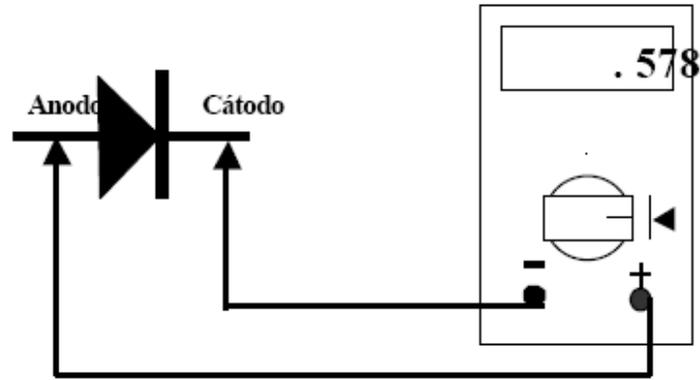
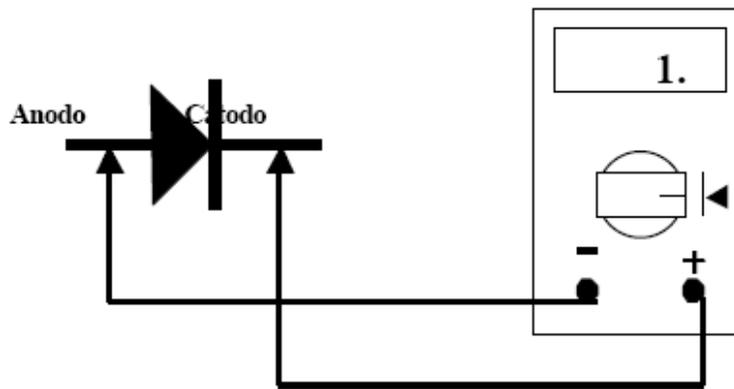

Fig. 1 - Diodo polarizado por el multímetro en el sentido de conducción
Fig. 2 - Diodo polarizado por el multímetro en el sentido inverso de conducción
En las Fig.1 y Fig.2 se puede apreciar como utilizar un multímetro digital que contenga la función medición de diodos.
Se ha seleccionado por medio de la llave selectora la función Medición de Diodos, luego se ha conectado la punta positiva del multímetro al ANODO del diodo y la negativa al CATODO (Fig.1).
Se observa en la Fig.2 que se han invertido las conexiones de las puntas del multímetro, o sea que la punta positiva se ha conectado al CATODO y la negativa al ANODO. Ahora la juntura del diodo ha sido polarizada inversamente, por lo tanto el diodo no conduce y en el display no se presenta ninguna lectura válida.
- **Anteriormente, cuando se hizo referencia a la utilización de un multímetro digital, se explicó que las puntas del multímetro se conectaban positiva a ánodo y negativa a cátodo para polarizar la juntura del diodo en el sentido directo o de conducción. (Fig.1) Esto se debe a que cuando se selecciona en un multímetro digital la funciones Comprobación de Diodos o Medidor de Resistencias (óhmetro), el POLO POSITIVO de la fuente interna del multímetro (batería), está conectado a traves de algun circuito interno del mismo a la PUNTA POSITIVA y el POLO NEGATIVO de dicha fuente está conectado a la PUNTA NEGATIVA.**